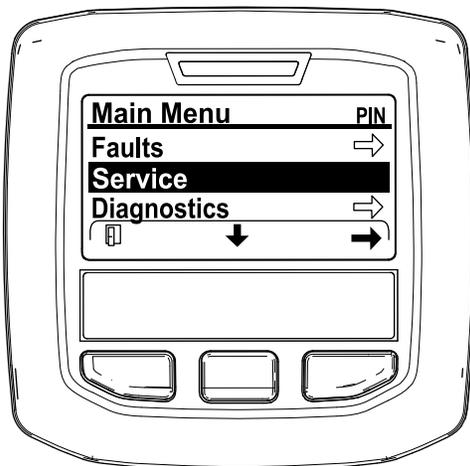

Figure 45
2. Naviguez jusqu'au MENU PRINCIPAL, appuyez sur le bouton central pour parcourir le menu MENU ENTRETIEN, et appuyez sur le bouton droit pour sélectionner l'option ENTRETIEN (Figure 45).